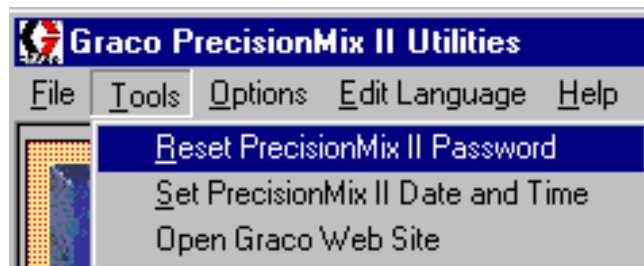

Fig. 13.42
- Sélectionner Tools (outils) ➤ Reset PrecisionMix II Password (remise à zéro du mot de passe). Voir Fig. 13.42.